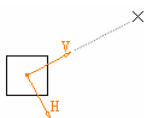

图 2-17
- 选择 Through Point (通过点) 的方式, 坐标轴会指向该点, 如图 2-17 所示。